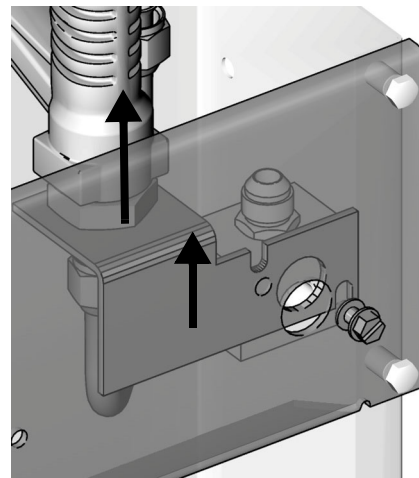

图 28
7. 拧松但不要卸下底部螺丝 (12)。
8. 将流量计径直抬起并从注油架壳中拿出来。(图 28)。